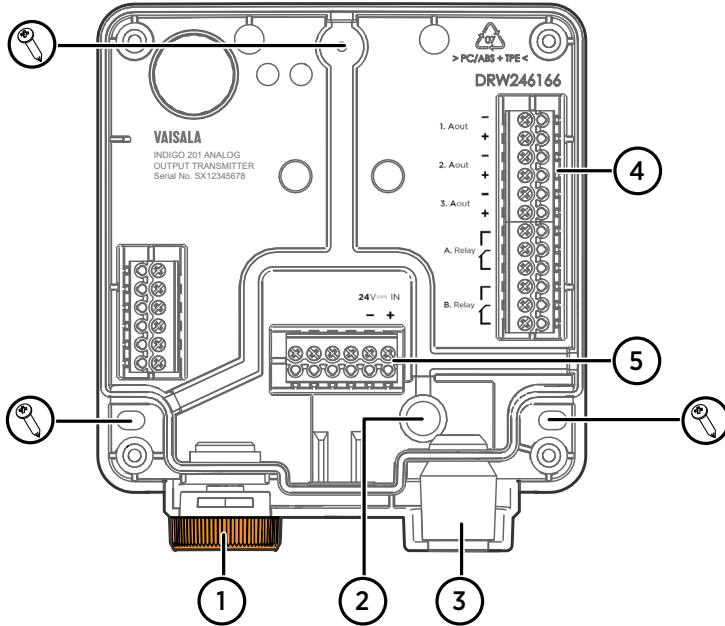

图 24 Indigo 201 数据处理单元基座主要部件和安装螺钉位置
5. 将数据处理单元底座放置于安装表面上并用 3 颗螺钉将其固定。请参见图 24 \(第 57 页\)中的螺钉位置。